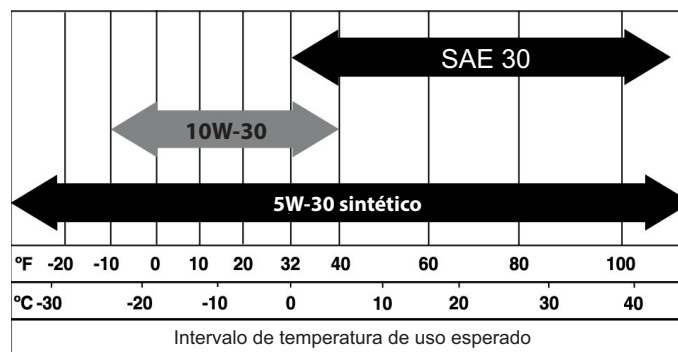

Figura 4-1: Aceite recomendado en base a la temperatura
7. Llene el motor con el aceite recomendado apropiado. Para el aceite recomendado, vea la Figura 4-1.